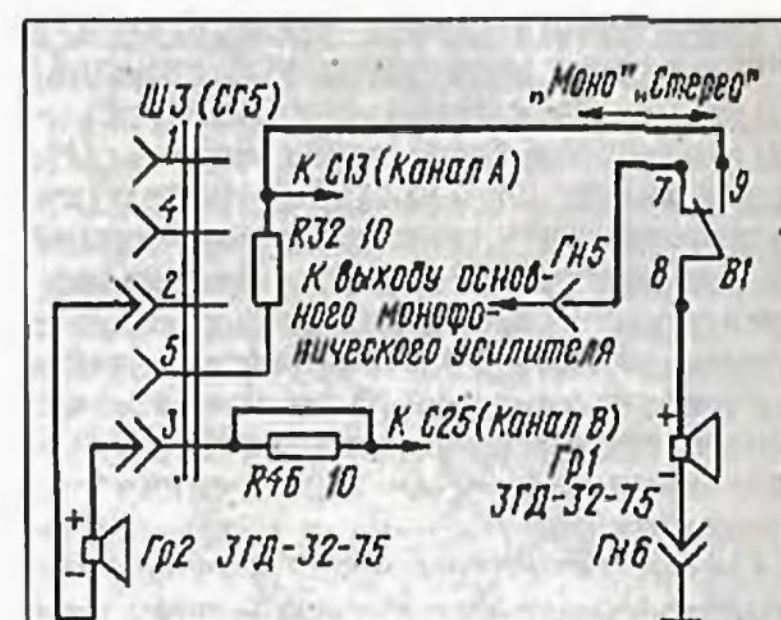

Рис. 1
Свободные контакты 7, 8 и 9 переключателя В1 необходимо распаять согласно рис. 1 и подключить к ним встроенный громкоговоритель ЗГД-32-75. Обозначения деталей здесь и далее соответствуют рис. 4.15 (2) платы У8 принципиальной схемы приемника "Ленинград-006-стерео", приведенной в книге И. Крупинина "Радиоаппаратура звукозаписи высшего и первого класса" (М.: Связь, 1981, с. 359). В результате, когда переключатель В1 будет находиться в положении "Моно", через его замкнутые контакты 7 и 8 встроенный громкоговоритель Гр1 окажется подключенным к выходу основного монофонического усилителя приемника. При переводе переключателя в положение "Стерео" замыкаются его контакты 8, 9 и громкоговоритель Гр1 будет подключен к выходу канала А встроенного телефонного стереофонического усилителя приемника.
Второй (дополнительный) громкоговоритель Гр2 следует подключить к контактам 2, 3 разъема ШЗ (СГ5). При этом нужно соблюсти указанную на рис. 1 полярность подключения выводов дополнительного громкоговорителя. Помимо указанных изменений необходимо замкнуть накоротко резистор R46 (рис. 1).